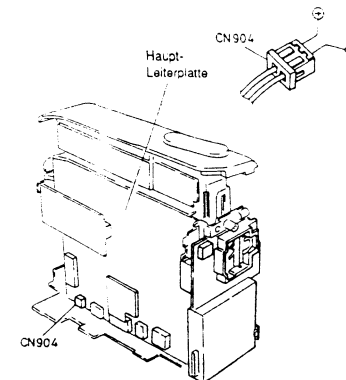

Abb. 2-14
Falls ein elektrisches Schaltkreissystem defekt ist, den Stecker CN904 von der Haupt-Leiterplatte abtrennen und eine 3 V Gleichspannung an den Stecker (Buchse) anlegen. Nun ist das Entladen möglich (siehe Abb. 2-14). Falls das Entladen auch mit dem obigen Vorgang nicht möglich ist, dann liegt ein Defekt in dem mechanischen Block vor. Nachdem der Kamera-Block ausgebaut wurde, das rechte Gehäusegerät in nachfolgendem Vorgang entfernen und danach den mechanischen Block demonstrieren.
- 7) Die Gleichstromversorgung (DC3V) von CN904 entfernen (siehe Abb. 2-14).